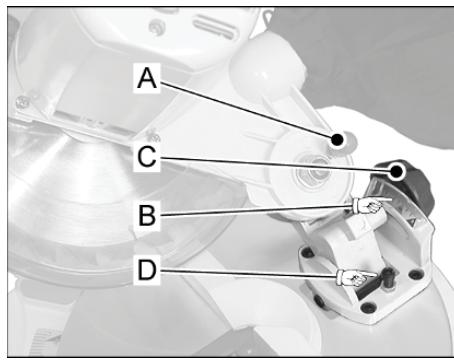

Рис. 9
- Фиксирующую ручку (С, Рис. 9) на задней части станка необходимо ослабить.
- Наклоните режущую голову влево, пока не достигните нужного угла на шкале наклона (B).
- Снимите защитный кожух пилы (В, Рис. 9), отвинтив два винта (А) сбоку.